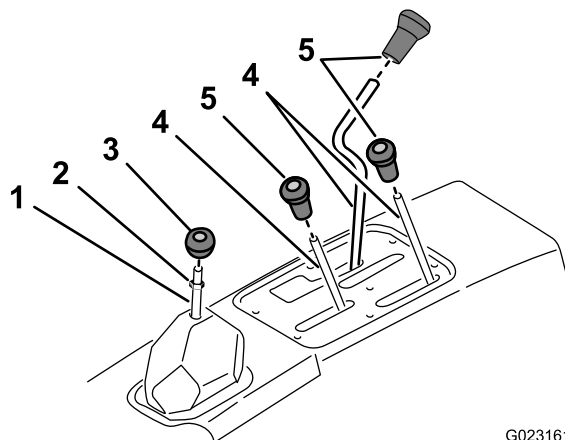

Figura 2
1. Desaparafuse e retire todos os manípulos das alavancas da consola e da alavanca das mudanças (Figura 2).
2. Remova a porca de retenção da alavanca de mudanças (Figura 2).